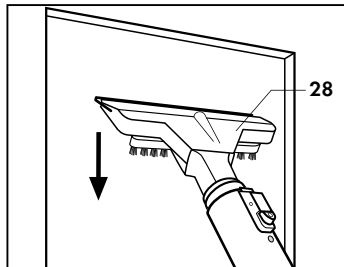

Fig. 17
- apretar la rasqueta de goma en la superficie y aspirar el agua presente efectuando movimientos rectilíneos verticales hacia abajo (Fig. 17).